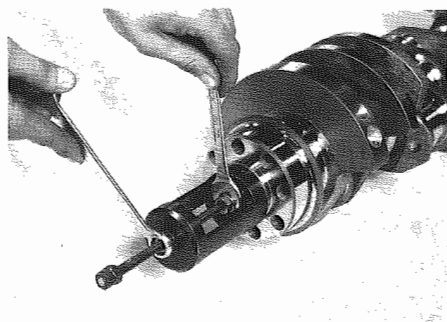

Fig. 93 - Estrarre il cuscinetto
- Estrarre l'ingranaggio comando distribuzione con l'estrattore n. 14 (**Fig. 93**).
- With puller No. 14 pull out timing control gear (**Fig. 93**).